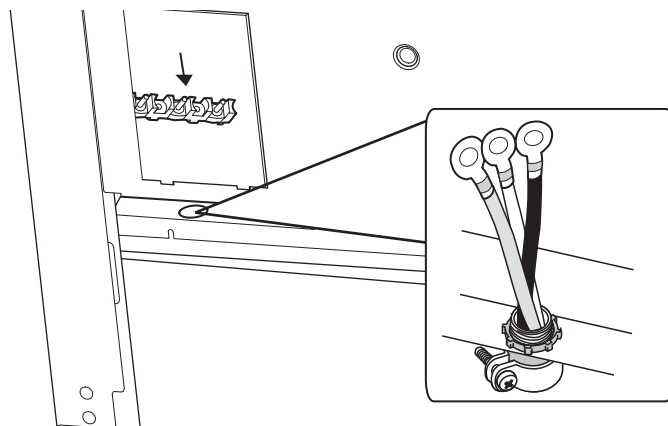

Figure 13 : Emplacement de la bride de cordon
1. Repérez le bloc de jonction à l'arrière de l'appareil et enlevez le couvercle (voir la Figure 13).
3. Installez une bride de cordon (non fournie avec la cuisinière) dans le trou de 1 po (25,4 mm) de diamètre situé sous le bloc de jonction, dans le panneau arrière (voir Figure 13). Faites passer les fils par la bride de cordon.